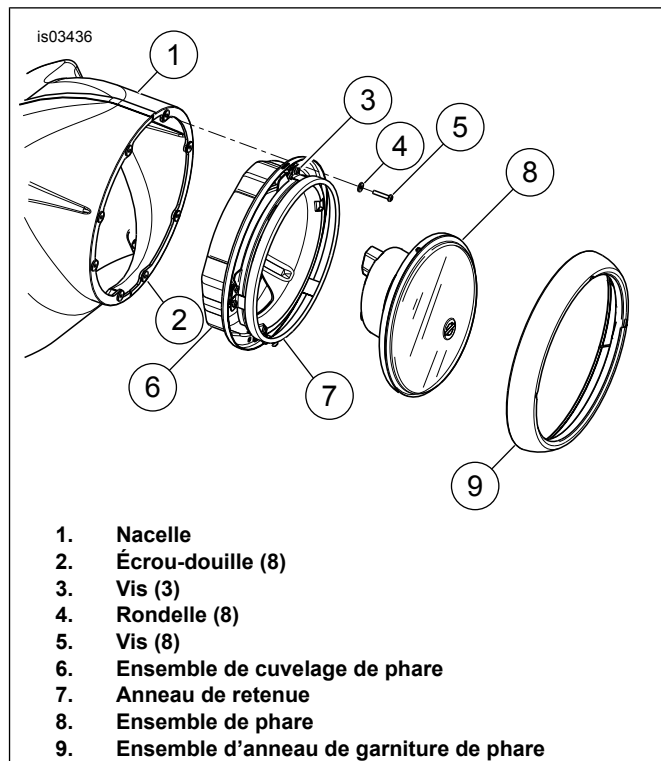

Figure 6. Installer le phare
15. Voir Figure 6. Installer l'ensemble de phare précédemment retiré (8) dans le cuvelage de phare (6) en utilisant le **nouvel** anneau de retenue (7) et les trois vis (3).